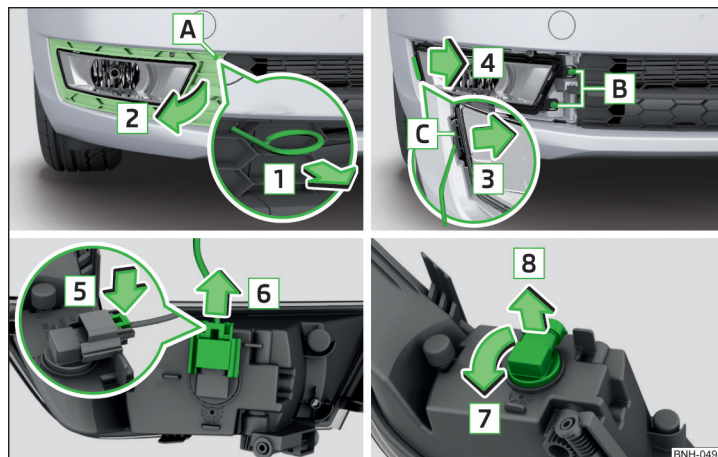

Abb. 185 Nebelscheinwerfer ausbauen / Glühlampe wechseln
- › In die Öffnung **A** » Abb. 185 den Bügel zum Abziehen der Radvollblenden » Seite 163, Bordwerkzeug einführen.
- › Den Nebelscheinwerfer entgegen der Pfeilrichtung [4] » Abb. 185 einsetzen und festschrauben.